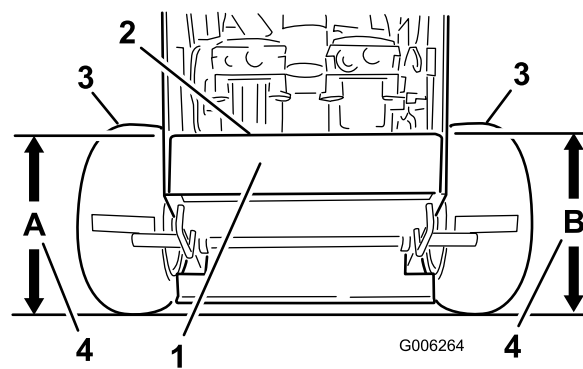

Figura 57
4. Mida la altura de la plataforma del motor en la posición **A** (Figura 57).
5. Mida la altura de la plataforma del motor en la posición **B** (Figura 57).